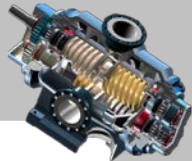

图 6.6.6 快捷菜单
Step1. 在绘图窗口中的任意空白位置右击，在系统弹出的快捷菜单中选择 **页面设置** 命令，如图 6.6.6 所示，系统弹出“页面设置”对话框。